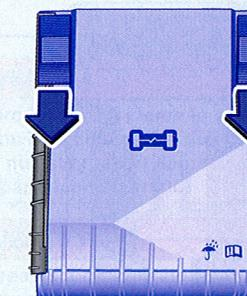

Fig. 239 În compartimentul motor: capacul cutiei cu siguranțe.
- Împingeți tastele de blocare în față în sensul săgeții pentru a debloca capacul panoului de siguranțe ⇒ fig. 239.